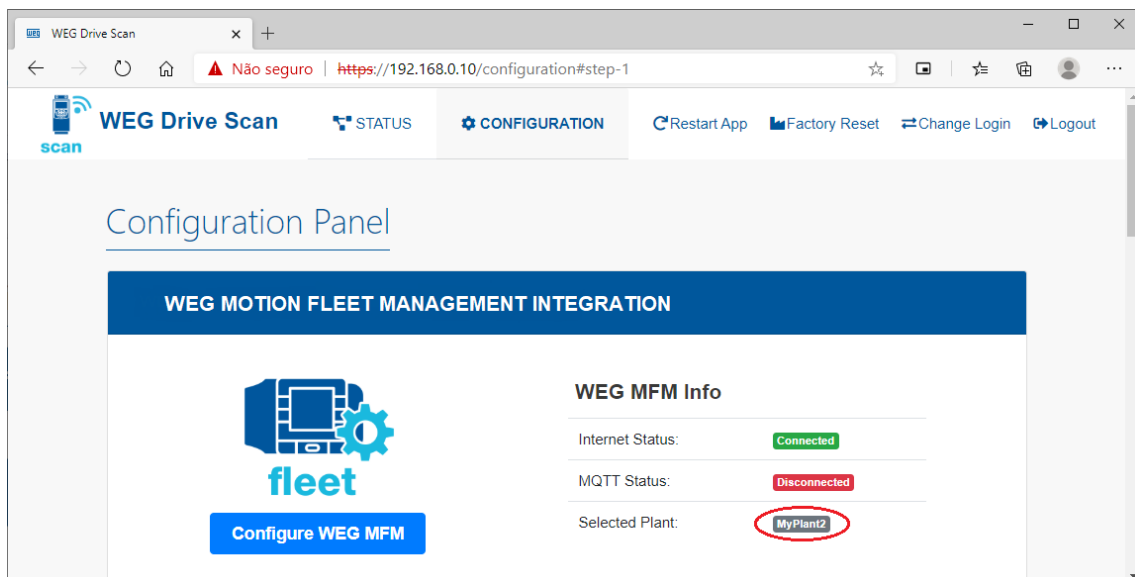

Figura 6.22: Planta vinculada al Drive Scan en el MFM
Paso 16 La nueva planta debe de haber sido configurada (Figura 6.22).